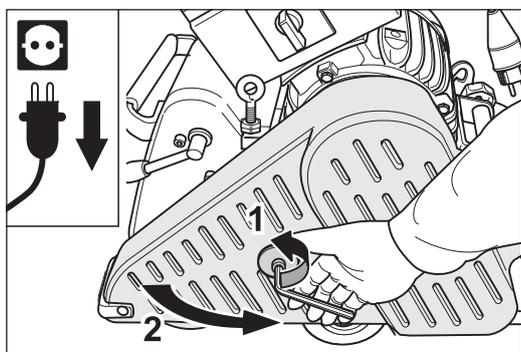
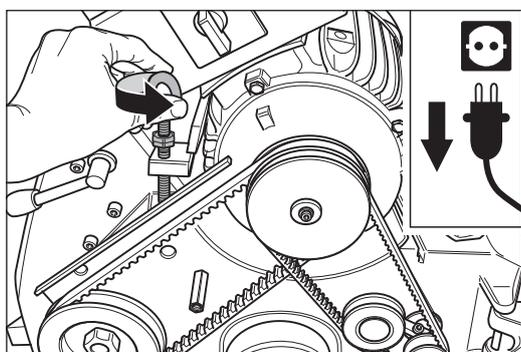

Fig. 18 Apertura de la protección de la correa.
Fig. 19 Destensado de las correas trapezoidales aflojando el cáncamo de elevación.
- 3 Para desmontar las correas trapezoidales, abra la puerta de las correas (Fig. 18) y destense las correas trapezoidales aflojando el cáncamo (Fig. 19).